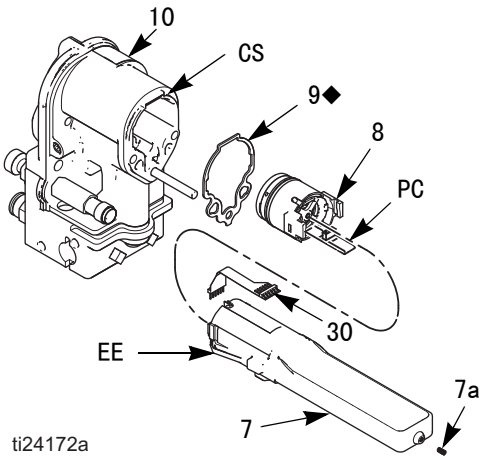
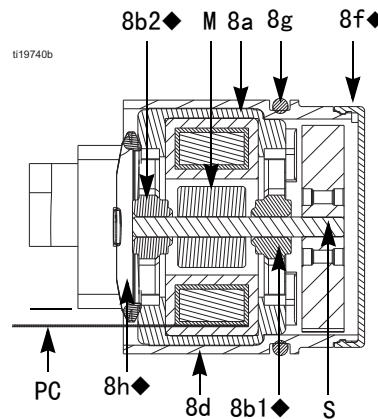

图 27. 供电电源
图 29. 涡轮横截面
**注：**在运转 2000 小时之后，更换涡轮的轴承。订购部件号为 24N706 的轴承配件包。配件包所含零配件已用标志（◆）标出。参见图 27 到图 29。